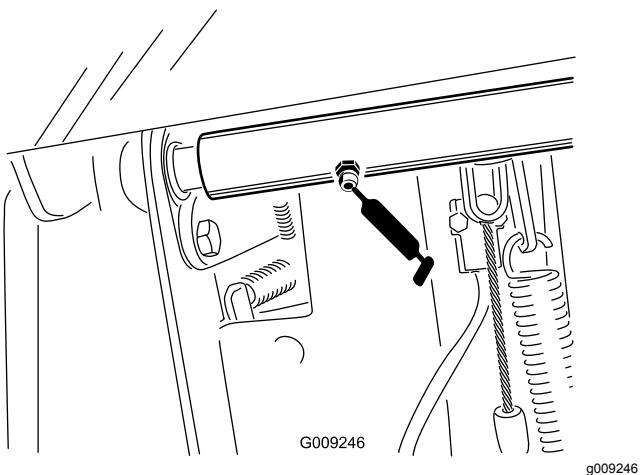

Bild 61
- Zwei Bremspedal-Drehzapfen der Wellenlager (Bild 61)